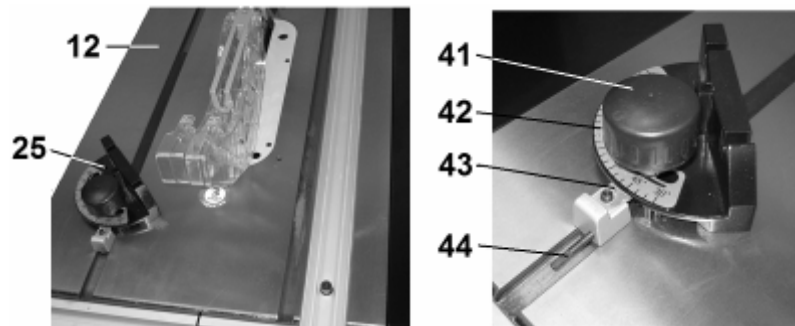

Рис.21
8.7. Установка упора для косо́го и поперечного пиления (Рис. 21)
9.7. Упор для косо́го и поперечного пиления (Рис. 21)